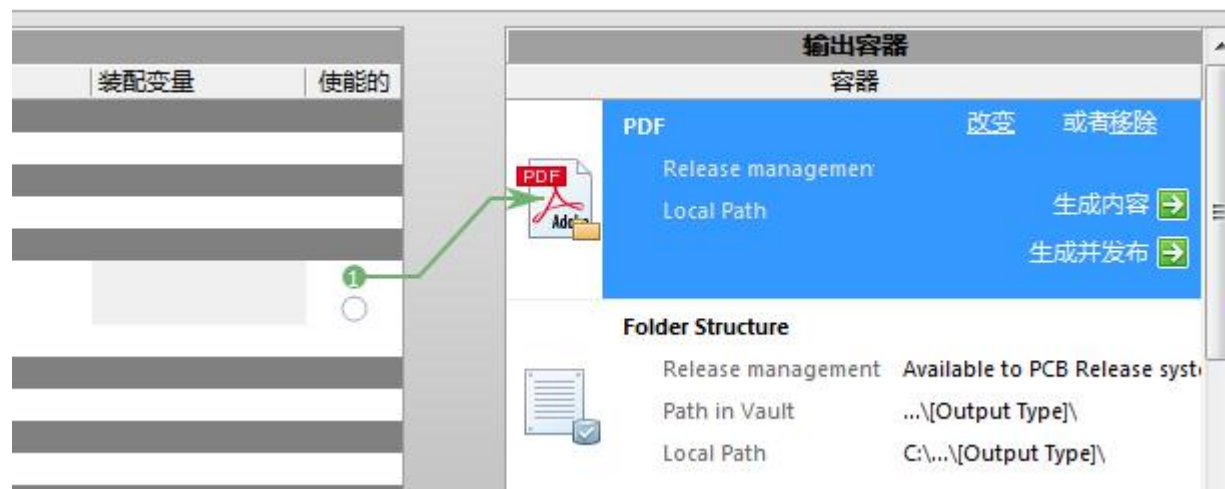

图5-29
(6) 在该窗口界面下找到并展开“Documentation Out”。
(7) 在展开项中单击“Add New Document...”，出现浮动菜单，在浮动菜单内，执行菜单命令“PCB 3D Print” —>DT01.PcbDoc。
(8) 可以看到新增加一行“PCB 3D Print”。
(9) 选中该行所对应使能区白色圆点复选框按钮，可以看到有一条绿线指向“输出容器”内的PDF，如图5-29所示。